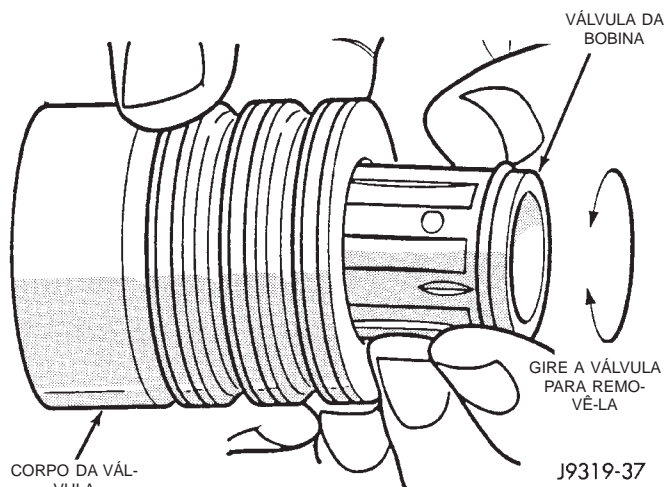

Fig. 13 Válvula da Bobina
(6) Remova a válvula da bobina do corpo da válvula puxando e girando a válvula da bobina do corpo da válvula. (Fig. 13).